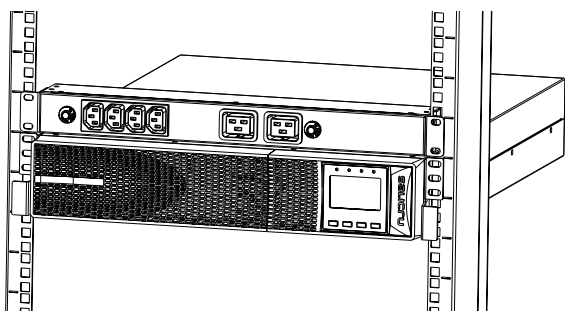

Fig. 11. Montaje tipo rack en armario 19" con PDU.
- Operar del siguiente modo (ver Fig. 11):